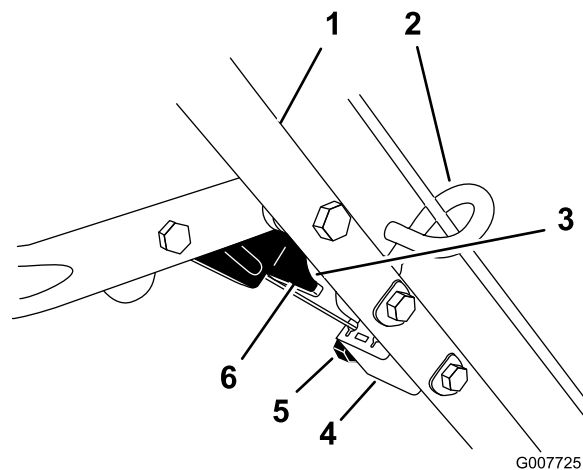

Figura 29
4. Afloje la tuerca del soporte del cable (Figura 29).